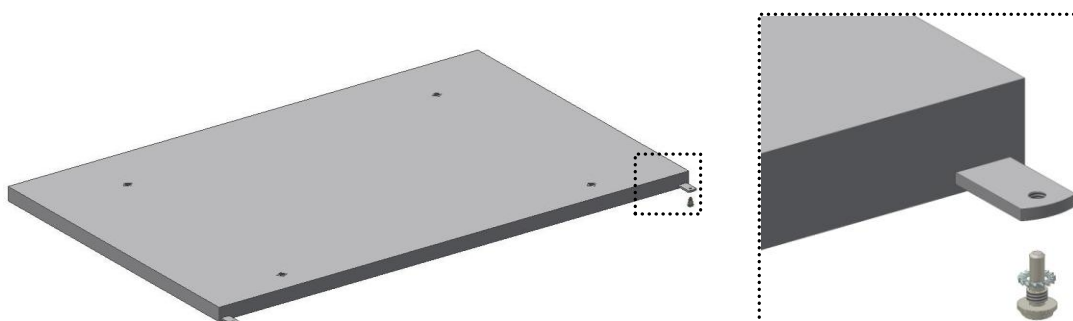

Fig. 1
- Colocar os dois **pernos inferiores** e as **anilhas recartilhadas** nas patilhas de fixação das portas (Fig.1);